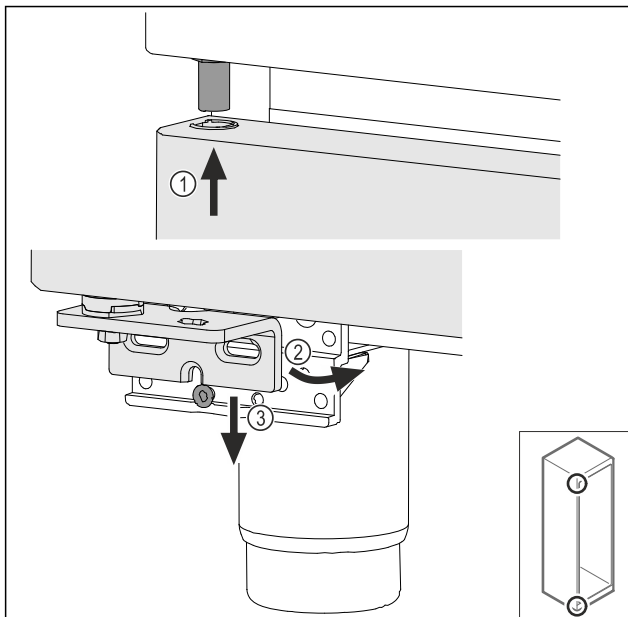

Fig. 42
- Tür leicht gekippt oben einfädeln Fig. 42 (1), Tür gerade ausrichten Fig. 42 (2) und unten auf die Lagerbockschraube Fig. 42 (3) aufsetzen.